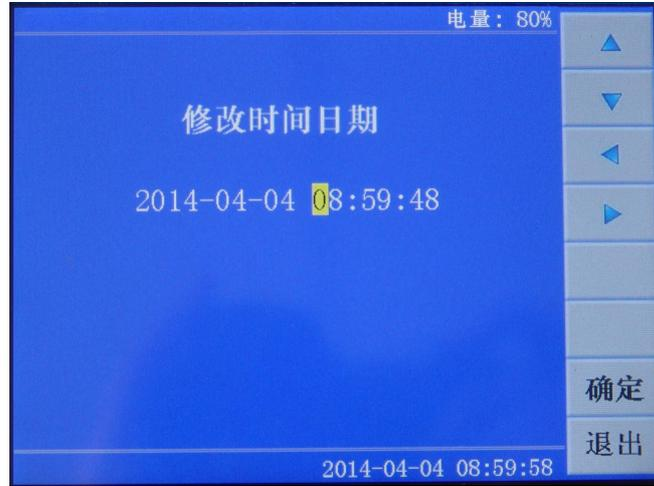

图 6
**修改时间：** 用来修改仪器的系统时间，其界面如图 6：